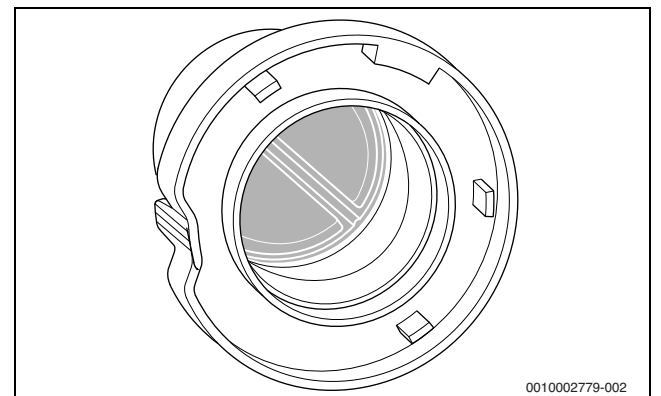

Bild 76 Membran in der Mischeinrichtung
- ▶ Mischeinrichtung ausbauen (→ Bild 76).